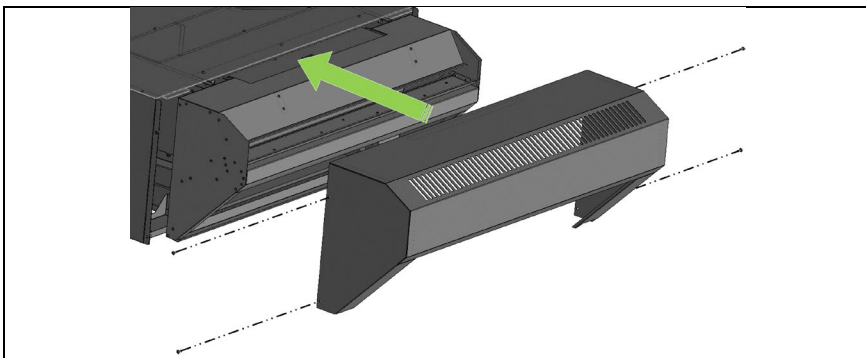

Abb. 13: Montage Gehäuse
9. Das Gehäuse der Filterhaube montieren. (Abb. 13)